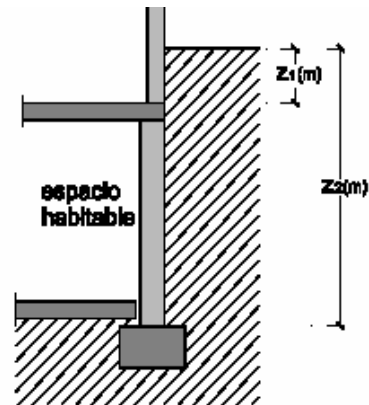

Figura E.4 Muro enterrado
*En el caso de muros cuya composición varíe con la profundidad, como muestra la figura E.4, la transmitancia térmica  $U_T$  se obtendrá de la expresión:*